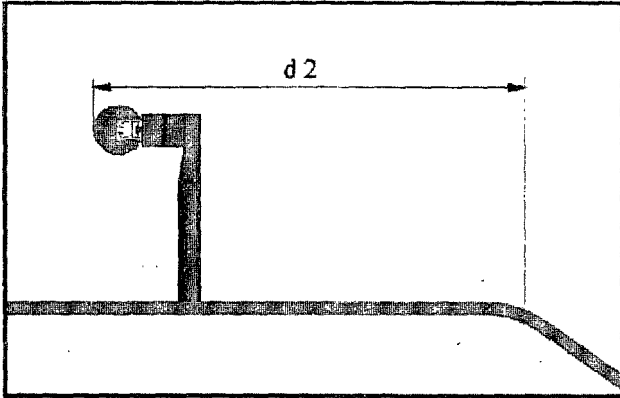

Figure 1. - Barrière MB 2 devant une dénivellation
La distance minimale d 1 à respecter entre la face avant de la barrière et la face avant de l'obstacle est égale à 2,4 m avec un espacement de supports de 4 m (fig. 1) et à 1,7 m avec un espacement de supports de 2 m.
- Figure 1. - Barrière MB 2 - devant une dénivellation.